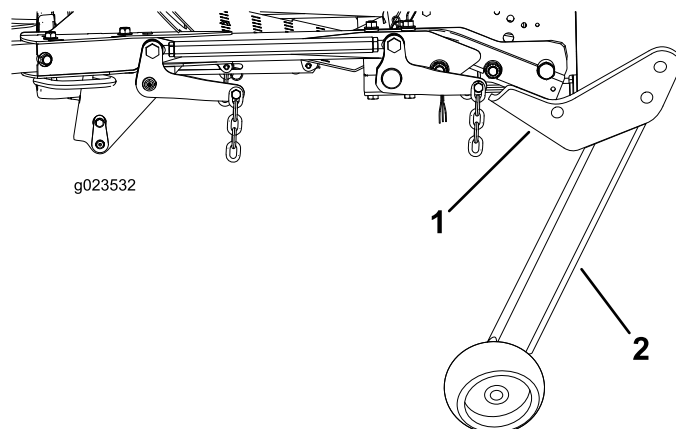

Figura 9
5. Retire el soporte de montaje y el tubo de soporte para tener acceso a los pernos del lado derecho (Figura 9).